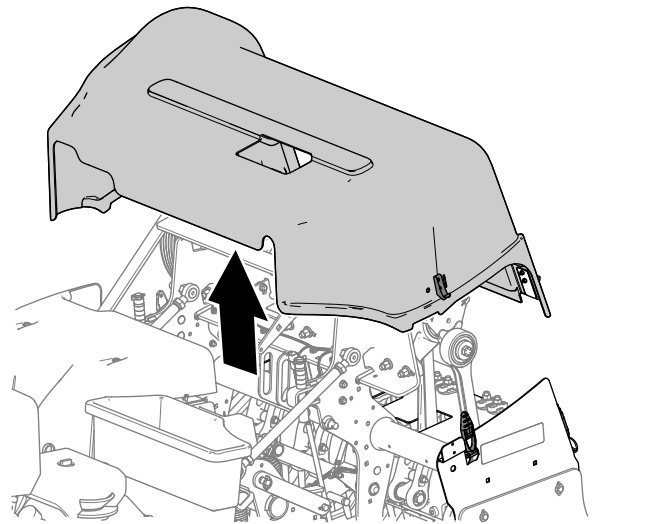

**Figura 150**
4. Desenganche la cubierta del cabezal de perforación en la ubicación del cierre 4 (Figura 148 y Figura 150).